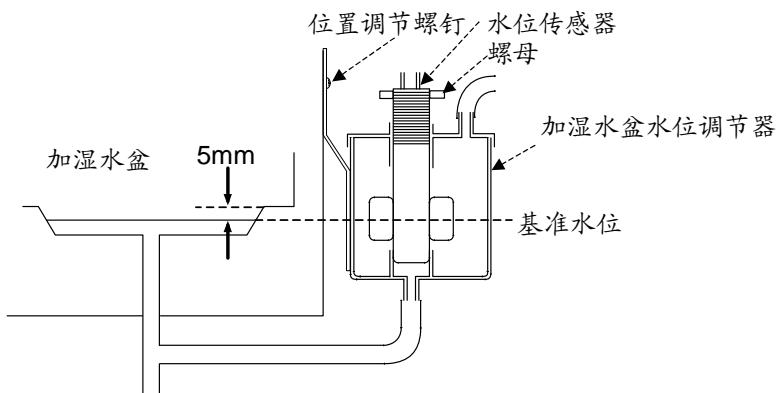

图 4.11 水位检测
2. 如果按步骤 1 不能把水位调到基准位置,这时可松开螺母(图 4.11)把水位传感器顺时针旋转来降低水位或逆时针旋转来升高水位,然后旋紧螺母。